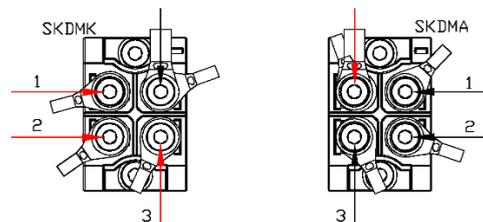

Abbildung 6.3: Position der Spitzen für Diodenmoduleitung
2. Mit einem Ohmmeter den Widerstand jeder Diode in beide Richtungen gemäß Abbildung 6.3 messen. Pluskabel (rot) an der Anode und Massekabel (schwarz) an der Kathode zur Messung in Leitungsrichtung.